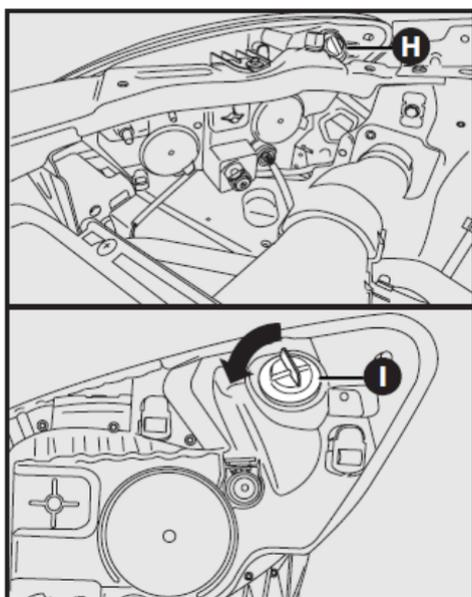

fig. 19
- Abrir el cofre del motor para tener acceso al portalámpara H-fig. 19;
- Quitar el portalámpara I-fig. 19 girándolo en el sentido antihorario;